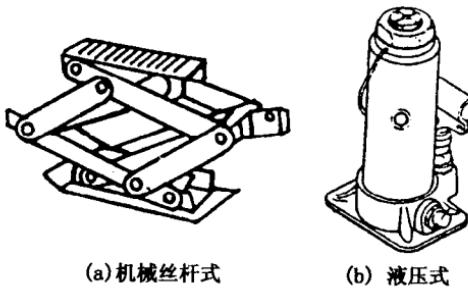

图 1-5 千斤顶
1. 用途和种类 千斤顶是一种最常用最简单的起重工具,按照其工作原理可以分为机械丝杆式和液压式(图 1-5)。按照所能起顶质量可以分为 3000kg(千克)、5000kg、9000kg 等多